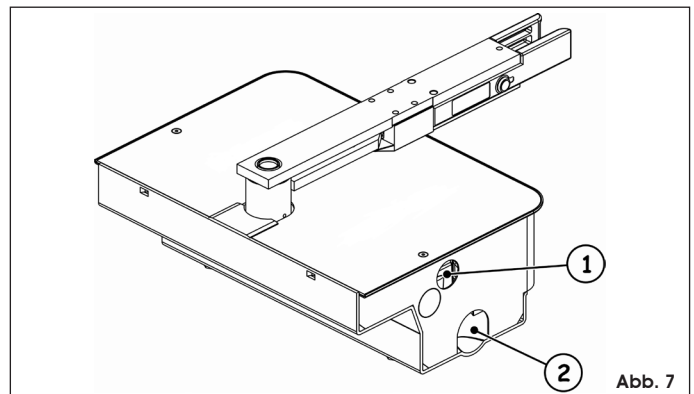

Abb. 7
3. PVC-Kabelführung mit 35 mm Durchmesser für 4-poliges Elektrokabel zum elektronischen Steuergerät verlegen (Abb. 7 Bez. ①). Ferner wird die Verlegung eines Regenwasser-Drainagerohrs bis zur nächsten Abwasserleitung empfohlen (Abb. 7 Bez. ②).